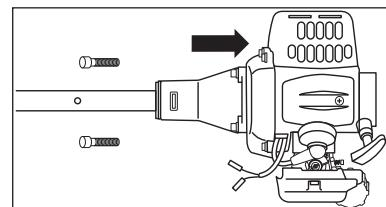

рис. 8
- Установите штангу в сборе на двигатель, используя четыре винта (рис. 8). При этом выходной вал редуктора и бензобак должны располагатьсяся с одной стороны.